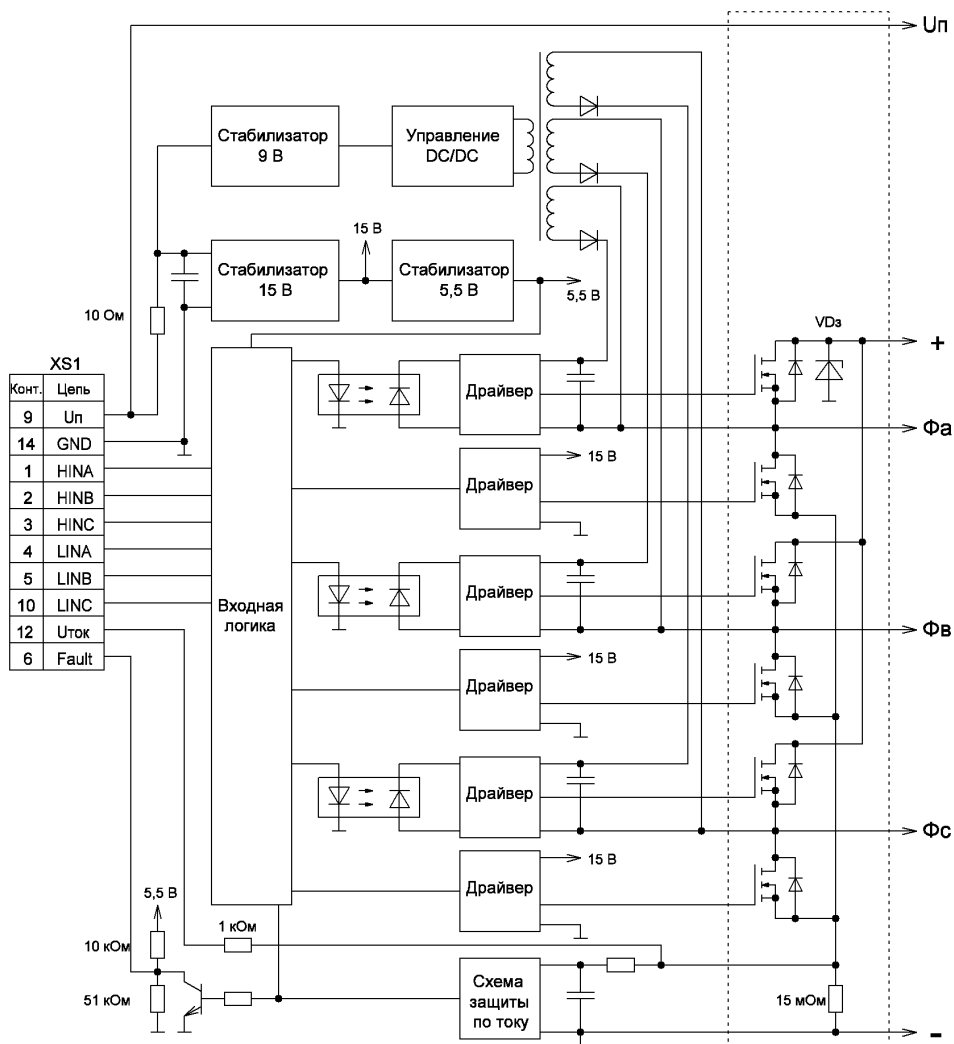

Рисунок 1.1 – Структурная схема модуля 1УМ14А
3.9 Выводы «+» и «-». Выводы подключения силового питания инвертора модуля. Между данными выводами в модуле установлен ограничитель напряжения «VDз» (см. рисунок 1.1) с номинальным пробивным напряжением 150 В. Для корректной работы модуля необходима установка непосредственно на выводы «+» и «-» снабберного конденсатора «Сс» (см. рисунок 3.1) типа К73-17 номинальной ёмкостью от 0,1 до 0,33 мкФ х 160 В. На расстоянии не более 0,2 м через провод сечением не менее 2 мм2 рекомендуется установить конденсатор фильтра «Сф» ёмкостью от 200 до 1000 мкФ.